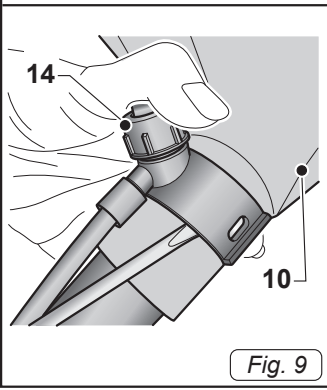

Fig. 9
- Legen Sie die Düse (14 Abb. 9) an dem Werkzeug (10 Abb. 9) indem Sie sie in die jeweiligen Unebenheiten in der Düse (10 Abb. 9) festmachen.